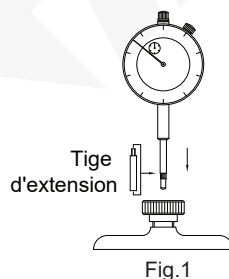

Fig.1
- Sélectionnez la tige d'extension en fonction de la taille mesurée et sélectionnez la pointe en fonction de la forme de la pièce. La pointe sphérique est utilisée pour mesurer les surfaces planes. La pointe est utilisée pour mesurer les surfaces concaves ou complexes. Insérez l'indicateur dans le trou du plan de base, utilisez une clé pour l'insérer dans le trou de verrouillage au centre de l'écrou de blocage pour le verrouiller afin de garantir que la tête de mesure est installée fermement et de manière fiable (Fig.1).